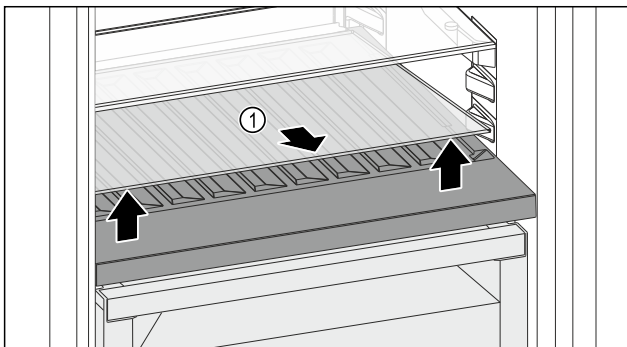

Fig. 146
- Soulever la plaque de verre Fig. 146 (1) au niveau de l'évidement avant et la retirer.
- Entreposer la plaque de verre Fig. 146 (1) dans un endroit sûr hors de l'appareil.
- Insérer la plaque de verre (2) sous le compartiment à bouteilles amovible.